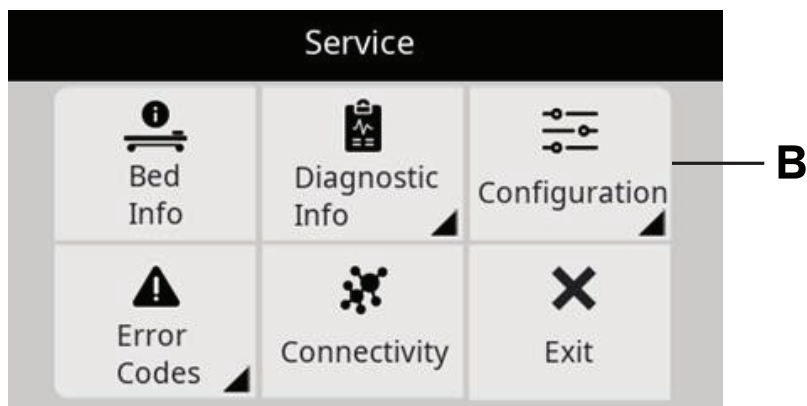

Figura 5 – Meniu de service ProCuity
3. Intrați în meniul de service și selectați **Configurare (B)** (Figura 5).